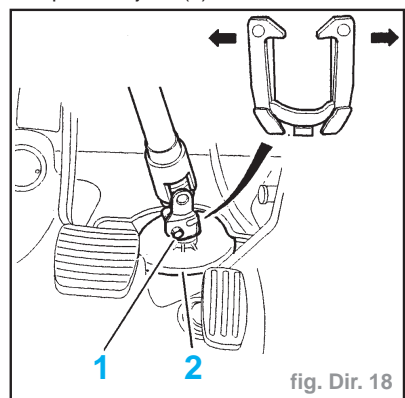

fig. Dir. 18
- Déposer la vis (1) (fig. Dir. 18).
- Déposer le joint (2).